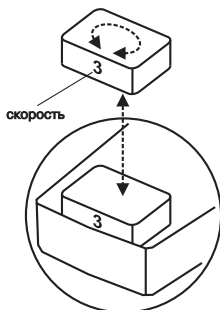

Рис. 7 Переключение скорости трехфазного насоса
- Для переключения скорости трехфазного насоса необходимо вынуть переключатель из разъема и установить его таким образом, чтобы цифра с обозначением скорости была видна через прозрачное окно на корпусе насоса (см. **Рис. 7**). Переключатель скорости у трехфазного насоса находится под защитной крышкой;